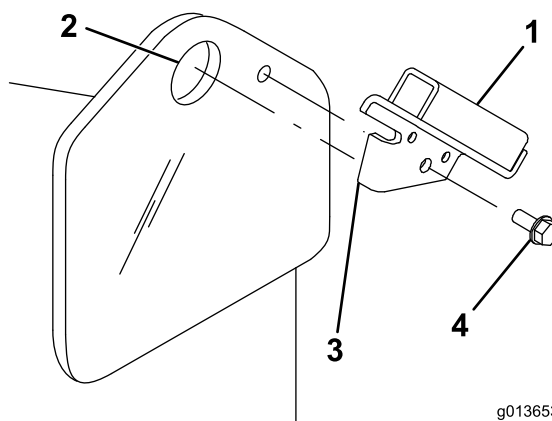

Figura 3
1. Introduzca la pestaña del soporte del protector en el taladro del punto de elevación de la unidad de tracción, alineando el taladro del soporte con el taladro pequeño del bastidor de la unidad de tracción (Figura 3).
Nota: Hay un soporte izquierdo y un soporte derecho. Asegúrese de instalar el soporte correcto en cada lado. La pestaña debe encajar en el taladro del punto de elevación, y el soporte debe quedar en el exterior del bastidor (Figura 3).
2. Sujete el soporte al bastidor con un tornillo autorroscante (Figura 3).